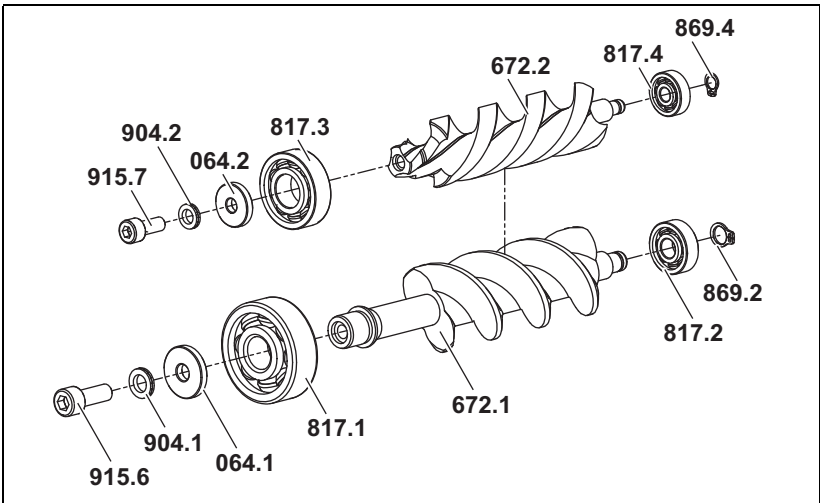

Fig. 5
4. Retire las arandelas de retención **869.2** y **869.4** del husillo de medición grande o bien del pequeño. Cuadro sinóptico véase Fig. 5, página 29.
3. Apriete las arandelas de fijación cuneiformes **904.1** y **904.2** y los anillos de soporte **064.1** y **064.2** sobre los tornillos de cabeza cilíndrica **915.6** y **915.7**. Cuadro sinóptico véase Fig. 5, página 29.